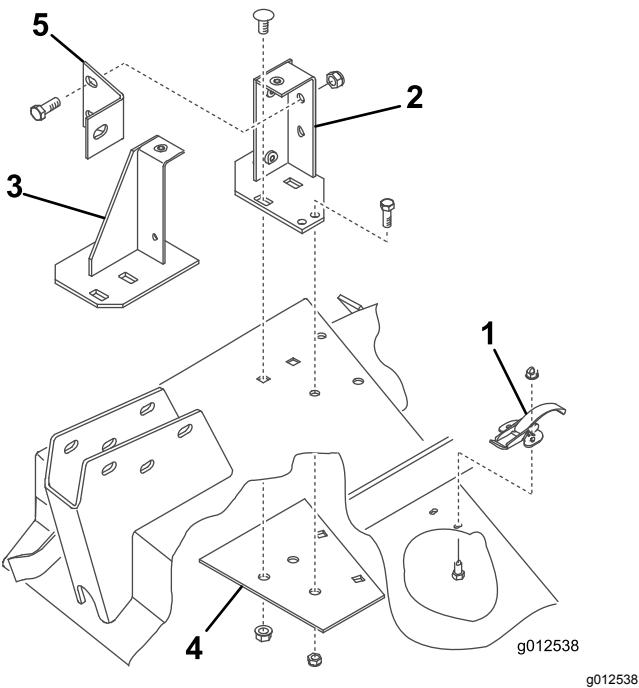

図 9
1. 右側デッキカバーのスプリングラッチを刈り込みデッキの右側に固定しているねじ類を外す図9。ラッチは右側カバーと共に保管する。
2. プロアと取り付けブラケットを、デフレクタを取り付けていた穴に合わせてデッキの上にセットする。図9はプロアなしのブラケットのみを示している。プロアと刈り込みデッキとの間にすきまを作らないようにすること。
3. 新しい補強プレートをデッキ裏側にセットするデフレクタを取り付けていた穴に合わせる図 9。
4. 前後のブラケットと補強プレートをデッキに取り付ける前に外したキャリッジボルト $\frac{3}{8}$ -16 x $\frac{7}{8}$ "2本とフランジナットを使用する図 9。ボルトの頭がデッキの上に来るよう取り付けること。
7. ブラケットと補強プレートをデッキに取りつけるボルト $5/16$ -18 x $\frac{3}{4}$ "とロックナットを使用する図 9。ボルトの頭がデッキの上に来るよう取り付けること。
8. ブロアのブレースを固定する後取り付けブラケットへの固定はボルト $\frac{3}{8}$ -16 x 1"2本とロックナット図 9、キャスターアームへの固定にはボルト $\frac{3}{8}$ -16 x 1"を使用する。